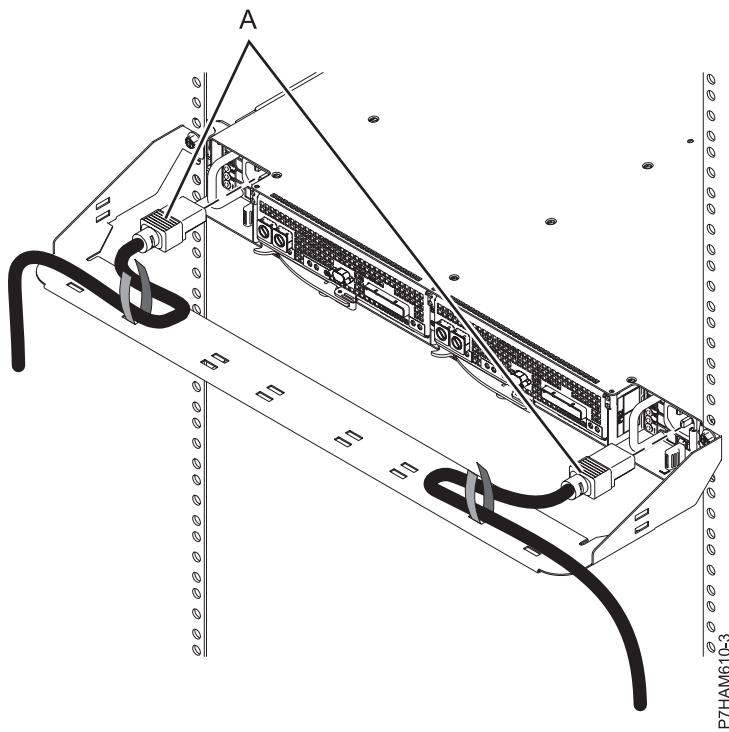

Figure 19. Installation des cordons d'alimentation
- h. A l'arrière de l'armoire, installez les câbles d'alimentation (A), comme illustré à la figure 19. Fixez les cordons d'alimentation au passe-câbles à l'aide de bandes velcro.